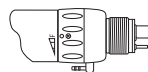

Рис. 3
- (1) Прямое вращение : Поверните кольцо смены направления вращения ПРЯМОЕ/ОБРАТНОЕ по направлению к "F" как показано на Рис. 3.